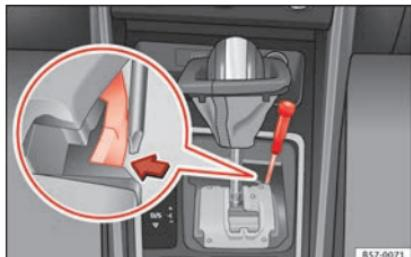

Fig. 56 Leva selettrice: sblocco di emergenza dalla posizione di parcheggio.
- Aiutandosi con un cacciavite, premere lateralmente il gancio giallo di sblocco »» **fig. 56** e tenerlo premuto.